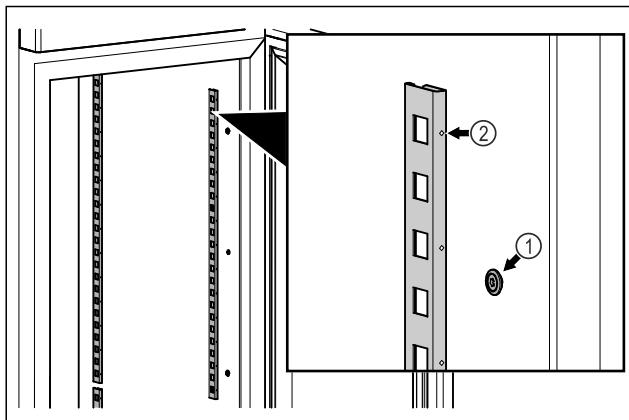

Fig. 79 Примерно изображение
- Закачете заключващите ленти в окачването Fig. 79 (1). Маркировката Fig. 79 (2) трябва да сочи напред.